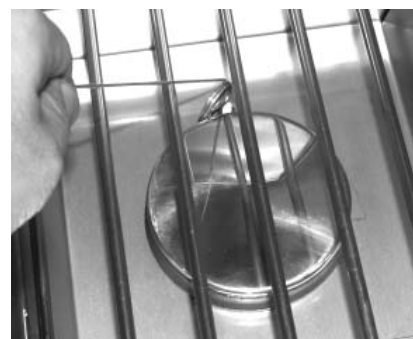

Fig. 20-2 - Éclairage manuel
**ATTENTION:** Attendez toujours cinq (5) minutes le gaz pour se dégager après que n'importe quelle tentative non réussie d'éclairage.
2. Insérez un allumeur brûlant de butane de long-baril, une allumette brûlante de long-tige, ou une allumette brûlante tenue par un support de prolongation de fil par la grille à cuire s'ouvrant au brûleur (fig. 20-2). Tenez la flamme contre le bord du brûleur.
4. Si le brûleur ne se allume pas dans les cinq (5) secondes de tourner le bouton de commande, enfoncez immédiatement le bouton et tournez la valve à AU LOIN. ATTENDEZ CINQ (5) MINUTES avant de répéter les étapes 2 à 4 des instructions manuelles d'éclairage.